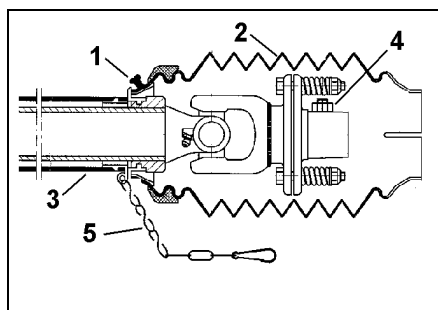
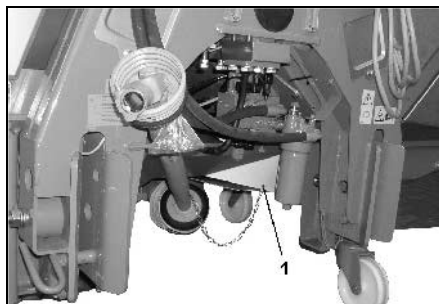

Fig. 18
Fig. 19
- Skruva ut stoppskruven (Fig. 18/1).
- Vrid tratten (Fig. 18/2) monteringsposition.
- Tag av skyddshöljet (Fig. 18/3).
- Montera skruven för axiallåsningsen (Fig. 18/4).
- Dra av skyddshalvan (Fig. 18/3) vrid skyddet till monteringsläge.
- Dra åt fixeringsskruven (Fig. 18/1).
- Fäst säkerhetskedjan (Fig. 18/5) på maskinen så att inte skyddsroren kan rotera (Fig. 19/1).